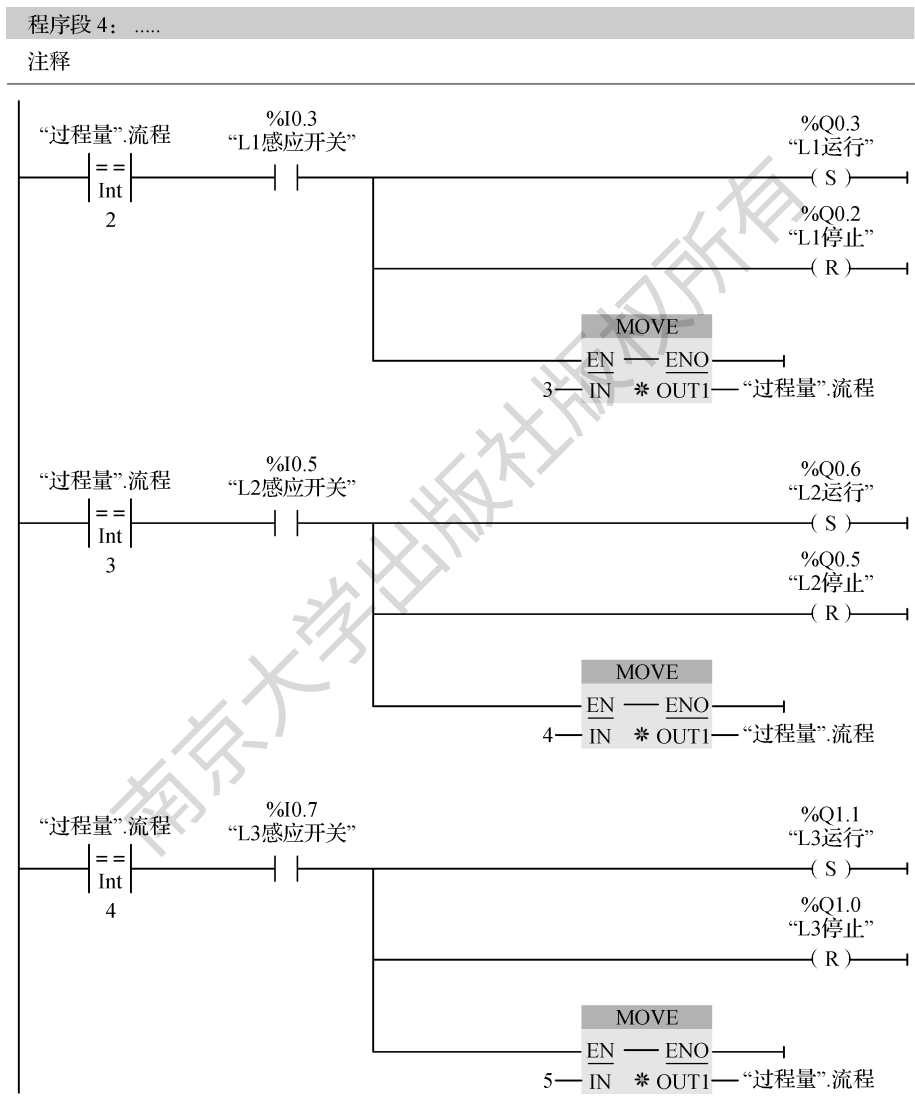

图 4-17 程序段 4
(3) L1 感应开关感应物料后 L1 运行,L2 感应开关感应物料后 L2 运行,L3 感应开关感应物料后 L3 运行,如图 4-17 程序段 4 所示。